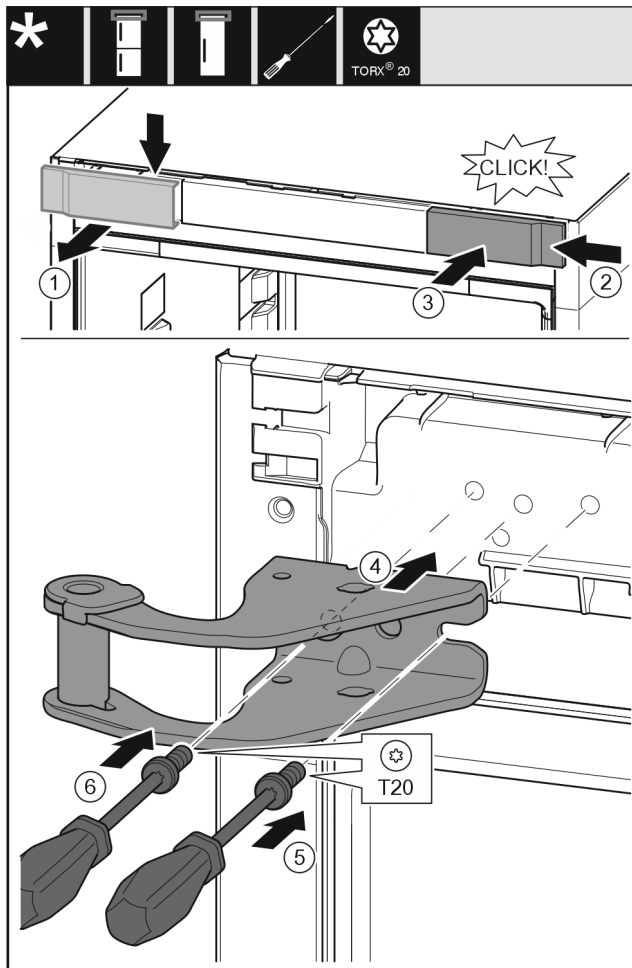

Fig. 14
- ▶ Vegye ki felülről a fedelet Fig. 14 (1) előre felé.
- ▶ Akassza be a fedelet Fig. 14 (2) 180°-kal elfordítva a másik oldalra jobb felől.
- ▶ Pattintsa be a fedelet Fig. 14 (3).
- ▶ Helyezze fel a felső csapágybakot Fig. 14 (4).
- ▶ Helyezze fel és húzza meg a csavart Fig. 14 (5) csavarhúzóval.
- ▶ Helyezze fel és húzza meg a csavart Fig. 14 (6) csavarhúzóval.